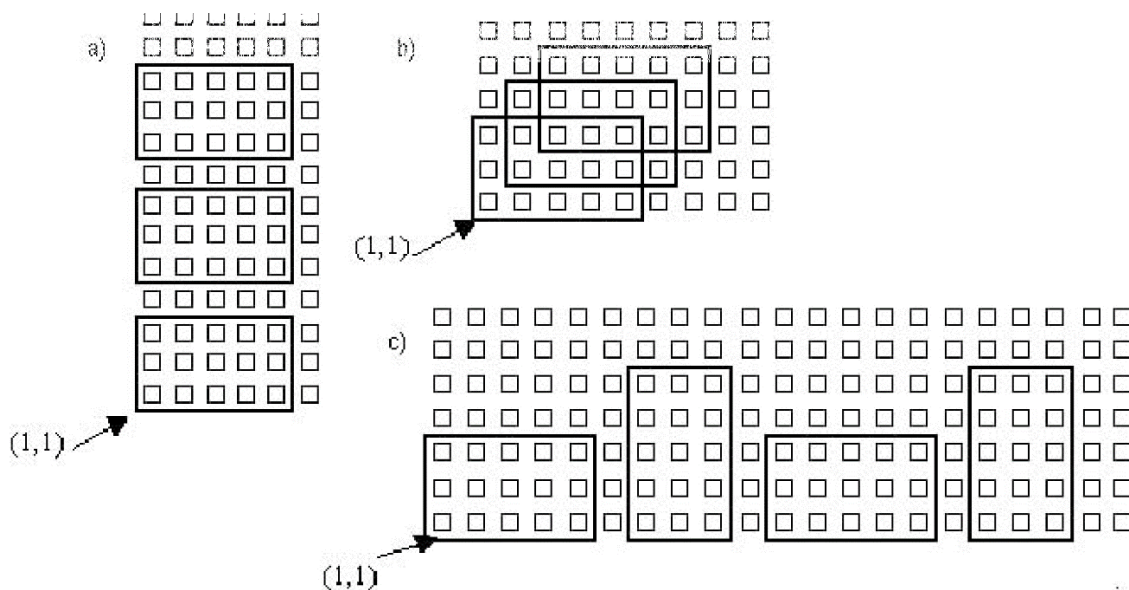

Figura 5.10: Recorridos usando rectángulos de 5x3.
4. Programe al Robot para que realice los recorridos de la figura 5.10 utilizando el proceso desarrollado en 3.